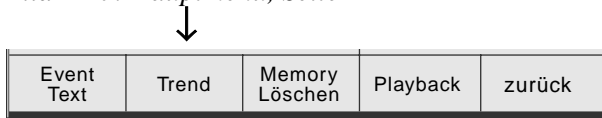

Bild 11-8. Memory-Menü
- Rufen Sie mit **F3** **Memory** das Memory-Menü (Bild 11-8) auf.